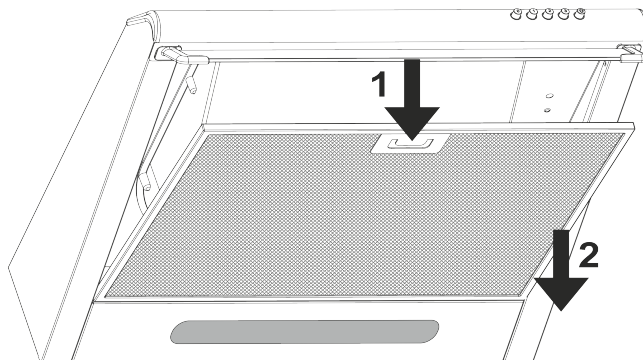
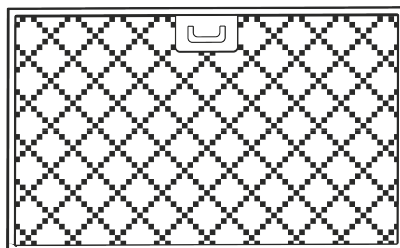

Рис. 8
Рис. 10
Для снятия алюминиевого фильтра (**рис.8**) следует нажать на пружинную **задвижку 1** на фильтре **и потянув на себя вниз 2**, снять его. Установка фильтра выполняется в обратном порядке.
- снять алюминиевый фильтр **1** (**рис.8**), формат фильтров показан на (**рис.10**);